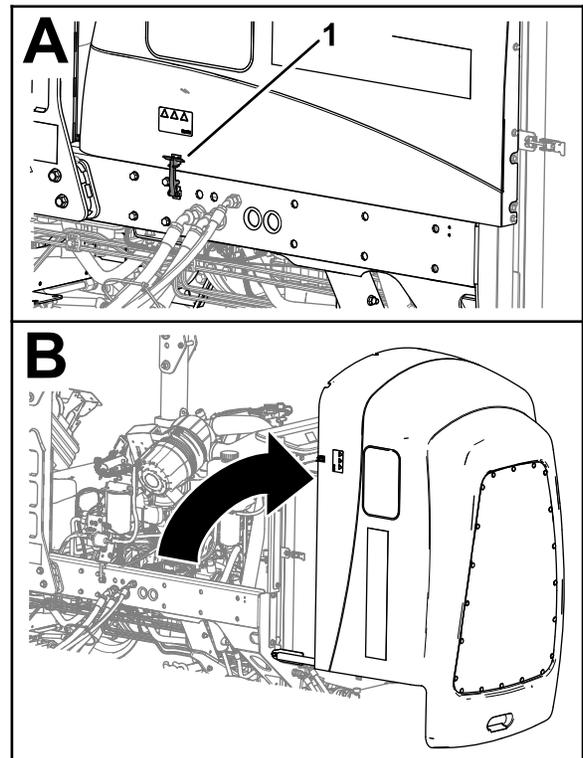

Figura 100
1. Liberate i 2 fermi del cofano (Figura 100).